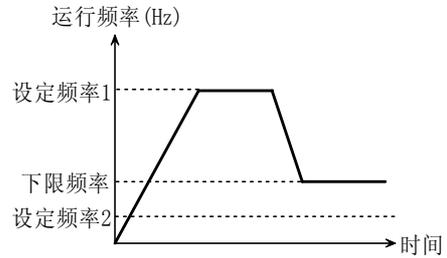

图 5-2-3 运行在下限频率
- ◆ 选择0: 运行在下限频率时, 如果设定频率小于下限频率, 则实际运行频率为下限频率而不是设定频率, 如图5-2-3所示。